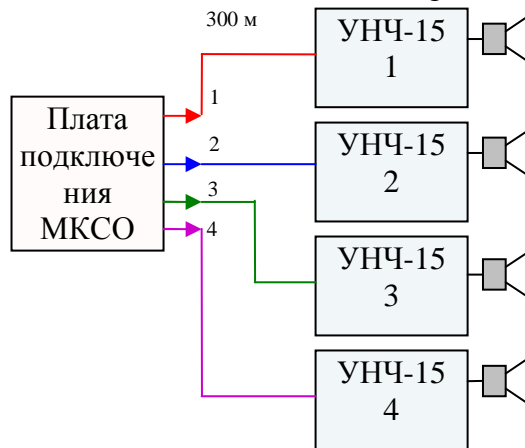

Рисунок 1 Параллельное подключение УНЧ-15
**При параллельном подсоединении** УНЧ-15 к плате подключения МКСО каждый усилитель имеет свою линию связи – цепь сигнала и цепь питания (рис.1).